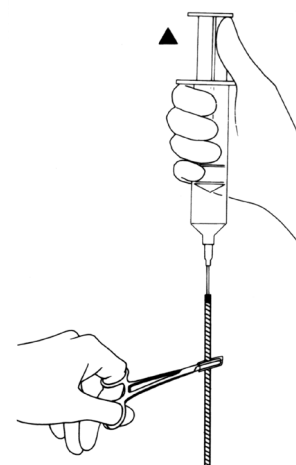

Figure 4-3e. Clamper la tubulure
11. Clamper la tubulure (un cran seulement) à l'aide d'une pince hémostatique protégée par de la tubulure à 3 cm en-dessous de l'aiguille. (**Figure 4-3e**)